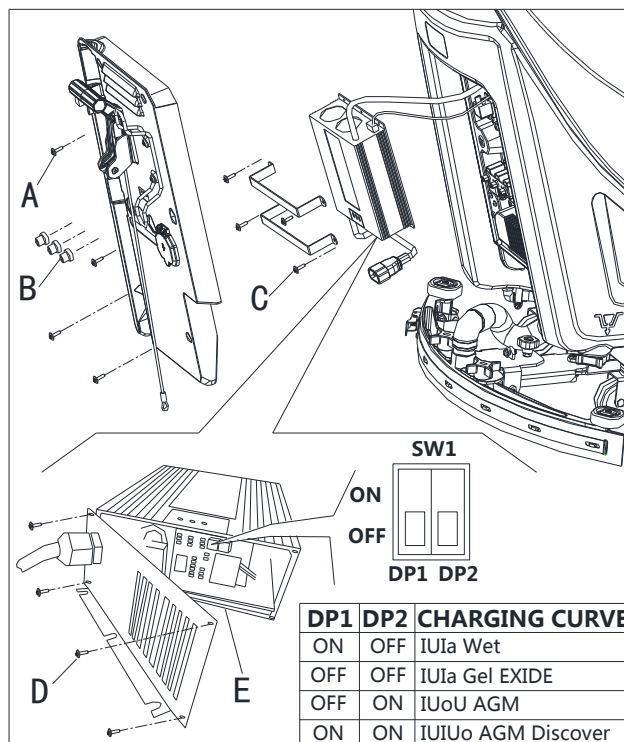

Figura 4.1
6. Scoateți șuruburile (A, B, C, D, Figura 4.1).
7. Deschideți încărcătorul și găsiți sw1 (E, Figura 4.1).
8. Setări comutatoarele cum este indicat în tabelul din (Figura 4.1).
9. După instalare, montați șuruburile (A, B, C, D, Figura 4.1).